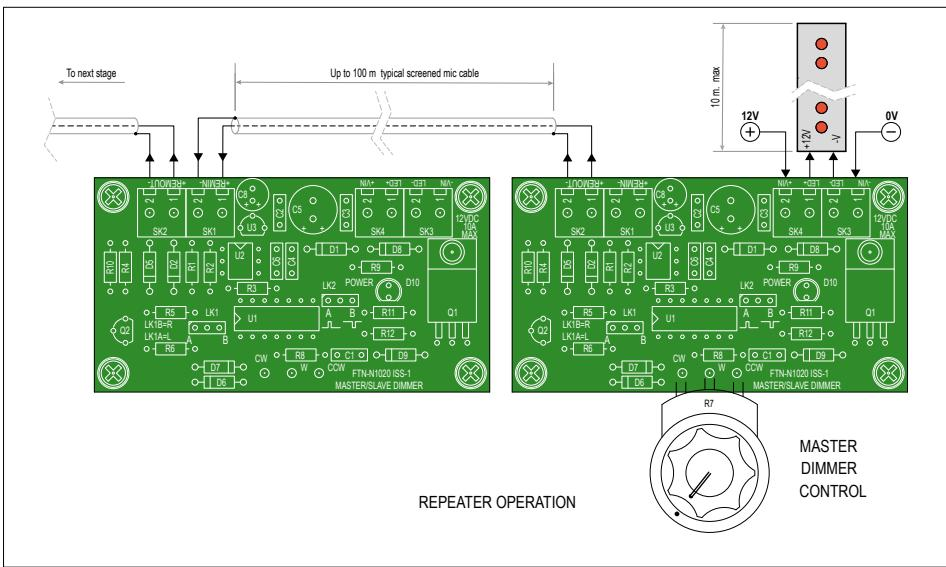

Figure 3. Interconnexion de deux cartes utilisées en mode répétiteur (maître/esclave). La distance maximale possible est de 100 m.
- Positionné en B, le cavalier LK1 permet de commander à distance un second gradateur (**fig. 3**). Maître et esclave se relient via un câble de microphone blindé monobrin (jusqu'à 100 m de longueur).